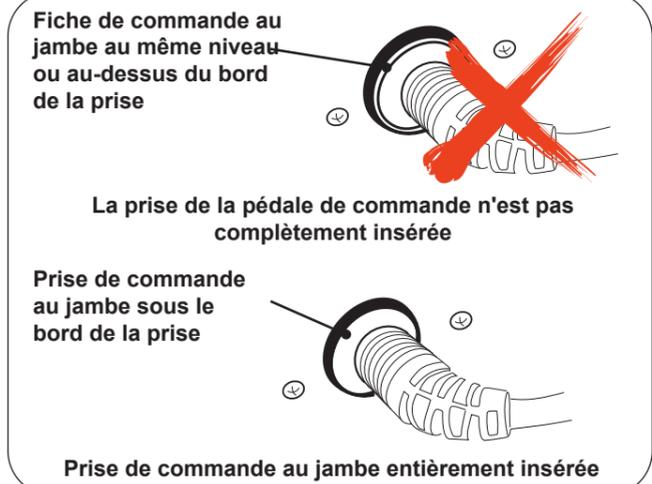
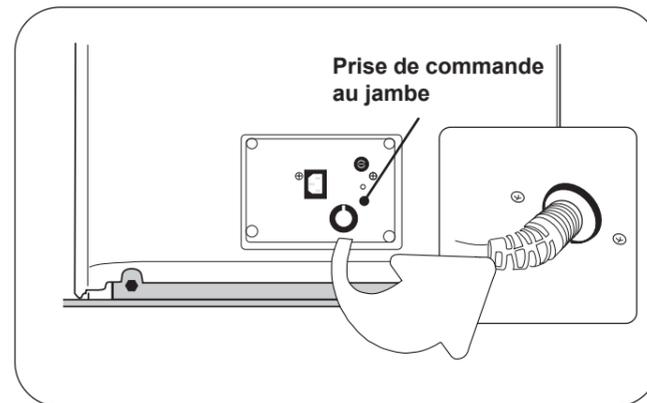

Figure 9. Pédale de commande correctement enfoncée
Figure 21. Prises de commande au jambe
NOTE: La fiche peut sembler complètement insérée, mais il reste encore du chemin à parcourir. Remuez la fiche de la pédale de commande tout en l'enfonçant fermement pour vous assurer qu'elle est bien en place (Figure 9).
2. Insérez la fiche mâle du cordon de la pédale de commande dans la prise de la table (Figure 21). Assurez-vous que la fiche est bien en place. Voir (Figure 9) pour une insertion correcte de la fiche de la pédale de commande. Une insertion incorrecte de la fiche de la pédale de commande peut entraîner le dysfonctionnement de certaines fonctions.